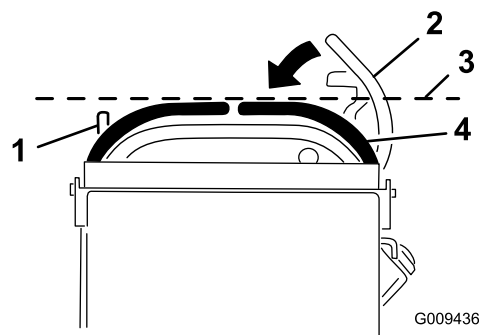

Figure 16
3. Abaissez le levier de commande de déplacement droit pour quitter la position de verrouillage au point mort (Figure 16).
4. Vérifiez s'il s'aligne horizontalement avec le levier de commande de déplacement gauche (Figure 16).